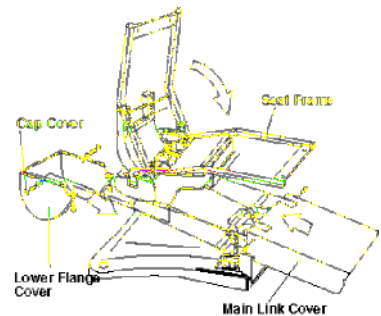

Fig.6-15 Fixing Main Link Cover and Lower Flange Cover
- A. Retournez le cadre du siège dans la position originale (Fig.6-15)
- B. Fixez le couvercle principal (Fig.6-15)
- C. Fixez le carter inférieur (Fig.6-15)